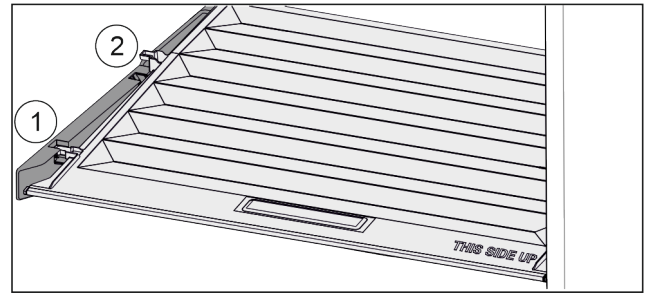

Fig. 54
- ▶ Deksel tot de opening in de vasthoudelen naar voren trekken Fig. 54 (1).
- ▶ Aan de achterkant vanaf de onderkant omhoog tillen en vanaf de bovenkant verwijderen Fig. 54 (2).